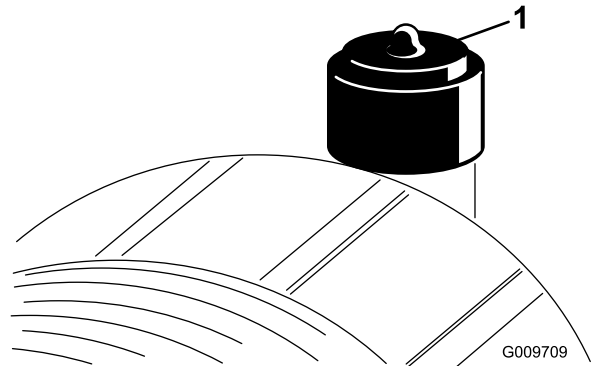

Figure 46
Faites l'entretien du filtre à air uniquement quand l'indicateur de colmatage indique que cela est nécessaire (Figure 46). Ne remplacez pas le filtre à air plus fréquemment que nécessaire ; cela ne fait qu'accroître le risque de contamination du moteur par des impuretés quand le filtre est déposé.
2. Réarmez l'indicateur de colmatage (Figure 46) s'il est rouge.